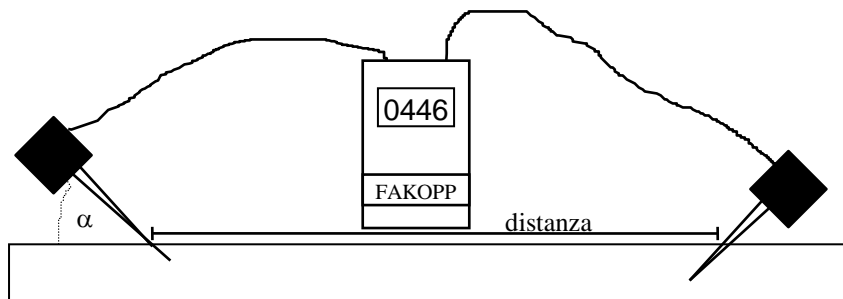

Figura 3 Schema per la misura della propagazione del suono lungo le fibre
F.M.T. può misurare la velocità di propagazione dell'onda anche nel senso della lunghezza delle fibre sia nel legname da opera che negli alberi vivi. Occorre posizionare i sensori come illustrato nella figura 3.
Le procedure di misura del tempo sono analoghe a quelle illustrate in precedenza, mentre per la misura della distanza occorre usare il criterio mostrato nella Figura 3. Se è possibile posizionare i sensori ad una distanza di 2 m o più. La velocità si calcola tramite la formula seguente: